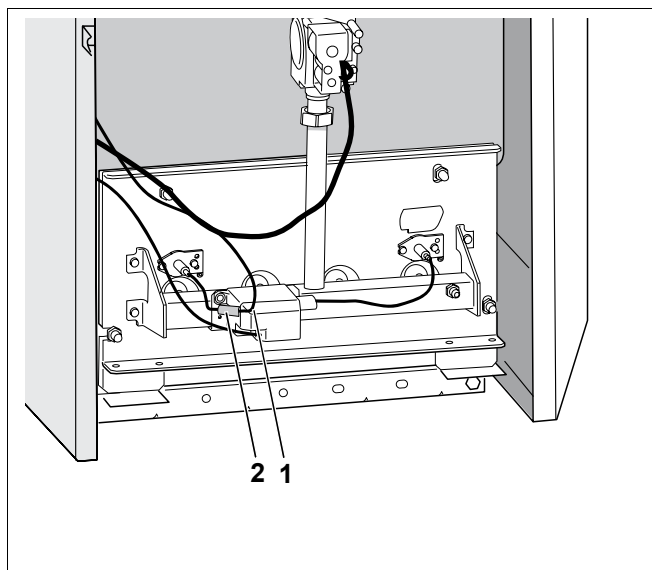

Рис. 32 Удаление контактного предохранителя
- Удалить контактный предохранитель (рис. 32, **поз. 2**) на контрольном кабеле (рис. 32, **поз. 1**) и вынуть штекер.
- Удалить контактный предохранитель (рис. 32, **поз. 2**) на контрольном кабеле (рис. 32, **поз. 1**) и вынуть штекер .